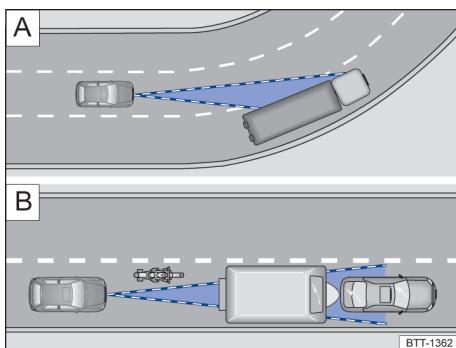

图 95 **A** 转弯行驶; **B** 车辆在雷达传感器的探测范围之外
雷达传感器总是进行直线探测。因此可能会突然识别到急转弯中的车辆或无法识别到前方车辆 → 图 95 **A**。
- 车辆在传感器范围以外且在本车附近的区域行驶, 例如: 摩托车 → 图 95 **B**。